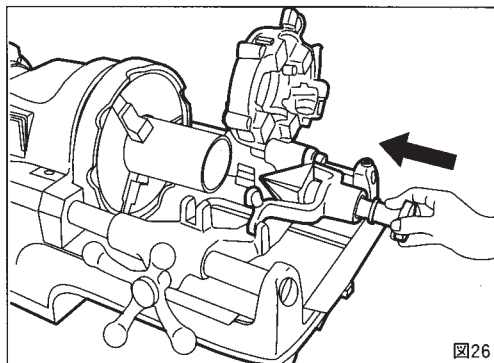

図26
- ① 使用しないダイヘッドとカッターをおこしてください。
- ② リーマをたおして往復台にセットしてからリーマ握りを押して図のようにリーマを突きだします。
- ③ 握りを反時計方向に回してホルダーにセットします。(図26)